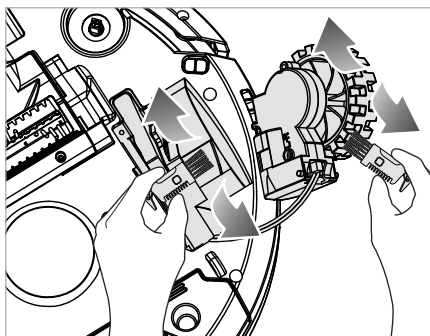

Afb. 20
- 2) Druk het wiel **20/34** omlaag en maak de veer los van de wielafdekking **19/35** en de wielhouder. Verwijder de wielafdekking **19/35** van het apparaat (zie afb. 20).